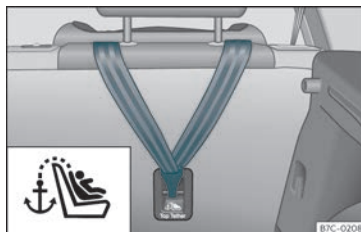

Fig. 28 Part del darrere dels seients posteriors:argolles de subjecció per al cinturó Top Tether.
- Feu lliscar la corretja i fixeï-la correctament amb l'ancoratge de la part posterior del respall >>> **fig. 28**.